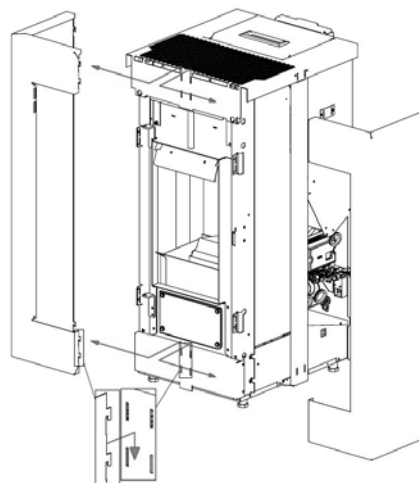

Fig. 60 - Décrocher les flancs
- Décrocher les flancs avant (voir **Fig. 60**).